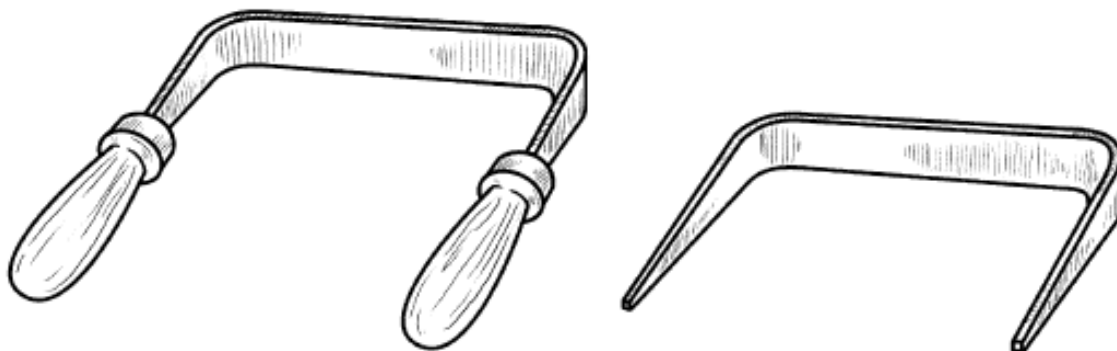
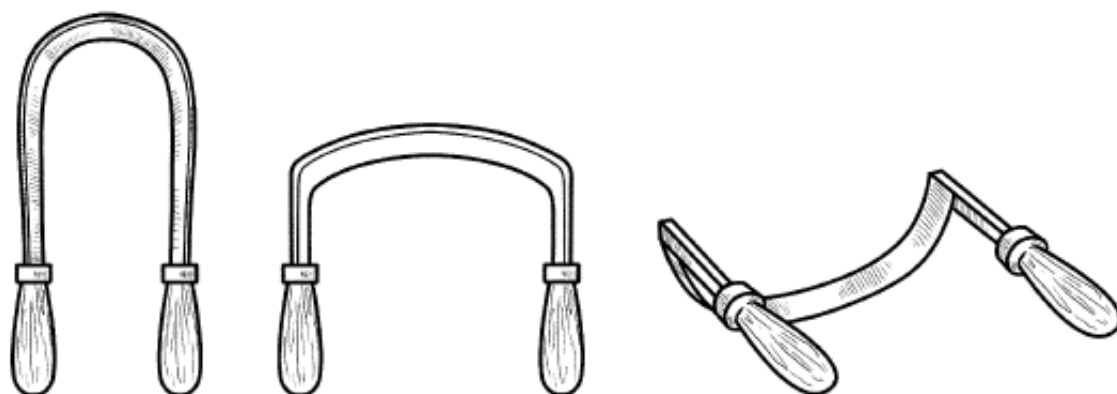

Рис. 20. Скобы
Рис. 21. Скобели
10. Скобы (рис. 20) и скобели (рис. 21). Применяются для удаления коры, выборки углублений и т. п. Поскольку инструмент предполагает работу обеими руками, обработка заготовки идет очень быстро.